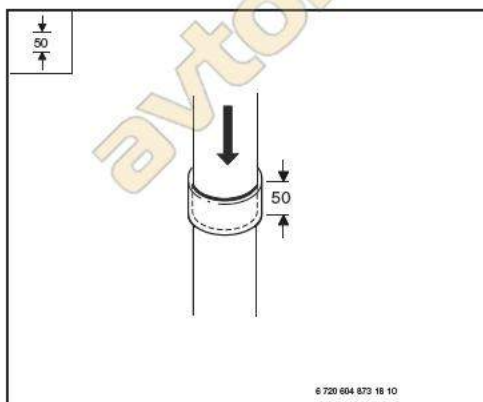

Рис. 30
► Установите дымовой комплект полностью на место (в данном случае глубина установки 50 мм) (Рис. 30 ).